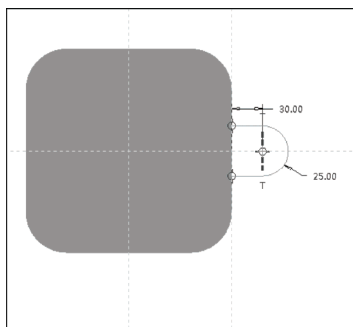

图 8-85 绘制草绘截面
STEP 06 进入草绘环境，单击“草绘”选项卡中的相应按钮，绘制草绘截面，效果如图 8-85 所示。